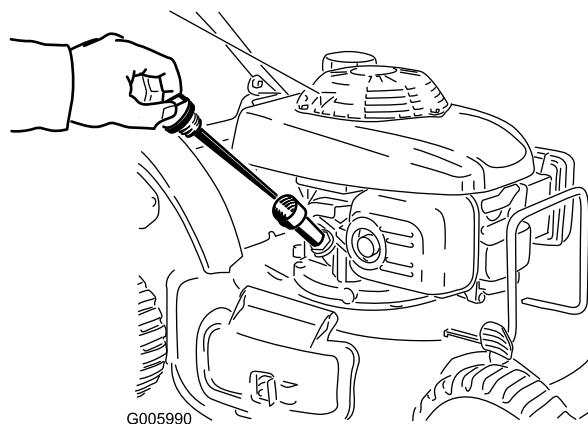

Bild 19
- Entfernen Sie den Peilstab, wischen ihn ab und stecken ihn in den Öleinfüllstutzen, **schrauben Sie ihn nicht hinein** (Bild 19).
- Nehmen Sie den Peilstab heraus und prüfen Sie den Ölstand (Bild 19).
Wenn kein Öl am Peilstab ist, gießen Sie **langsam** Öl in das Einfüllrohr, prüfen Sie den Stand regelmäßig mit dem Peilstab, bis der Peilstab anzeigt, dass der Motor voll ist, wie in Bild 19 dargestellt. **Füllen Sie nicht zu viel ein.** (Max. Füllstand: 0,55 l des Typs: Waschaktives SAE 30-Öl mit der Klassifizierung , SH, SJ, SL oder höher durch das American Petroleum Institute (API).)